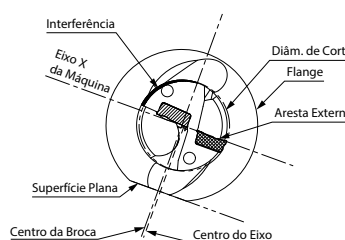

Fig.4 Para Diâmetros de Furo Muito Pequenos
1. Alinhe a broca com a face externa do inserto paralela ao eixo X da torre de ferramentas. (Fig.4)
Certifique-se de não deixar o diâmetro do furo menor do que o diâmetro da broca em 0,2mm ou mais. Caso contrário, o porta-ferramenta irá interferir no furo perfurado (Fig.4).